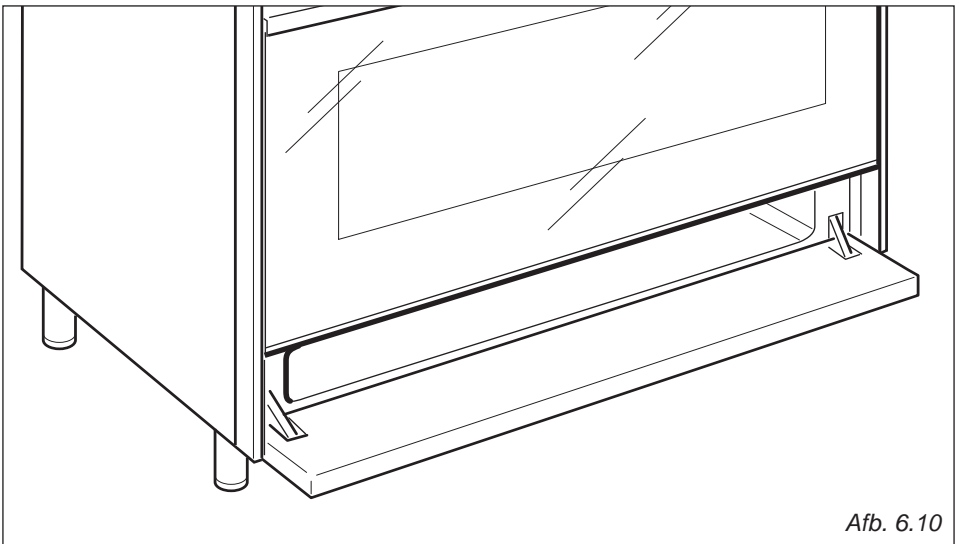

Afb. 6.9
- Verwijder het verlichtingskapje "A" (afb. 6.9).